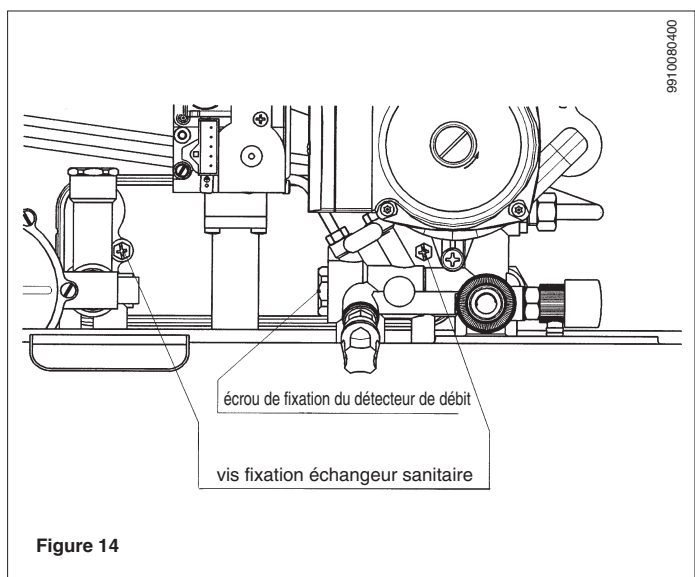

Figure 14
Dans ces conditions la chaudière s'arrête et seulement après avoir éliminé la cause de l'intervention, il sera possible de répéter l'allumage en actionnant le bouton de la figure 14 et en tournant le commutateur (1) pendant au moins 1 seconde en position (R).
- * enlever les deux vis de fixation (visibles sur la face avant) de l'échangeur sanitaire puis le déboîter de son logement (figure 14).
- * dévisser l'écrou présent sur le détecteur de débit (figure 14);